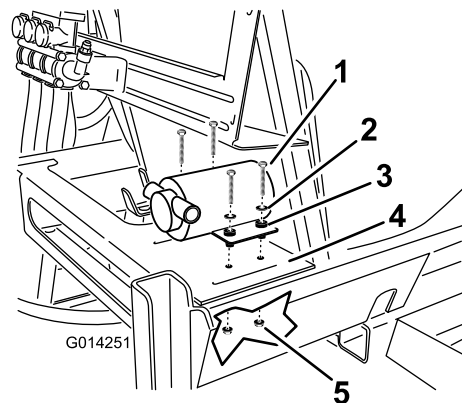

Bild 19
1. Befestigen Sie die Spülpumpe mit vier Schrauben, vier Scheiben und vier Sicherungsmuttern am Behälterrahmen auf der Plattform auf der Rückseite rechts am Hauptbehälter (Abbildung 19).